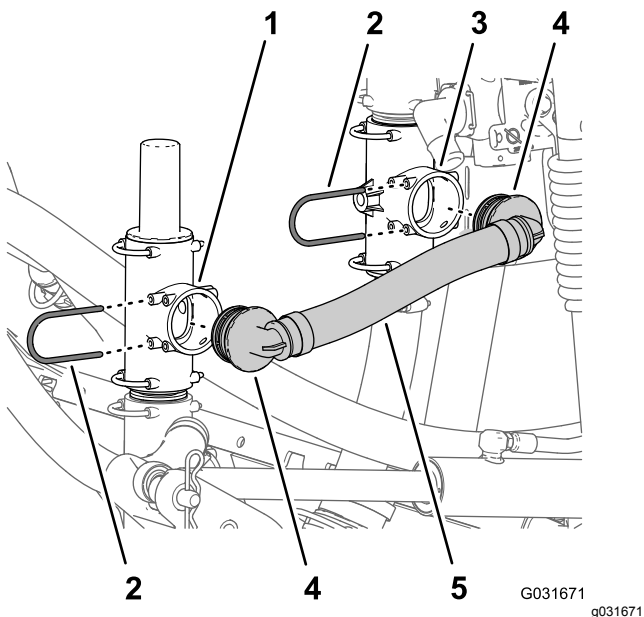

图 224
1. 对齐泄压软管子总成Toro 零件号 131-9647的 90 度接头与泄压阀的开口端并插入 90 度接头直到其进入 T 形接头图 224。
2. 使用在接头固定到泄压阀上固定时使用在 将可偏转软管卷安装到歧管安装架上 \(页码 68\) 的步骤 1 中卸下的卡环 图 224。
3. 对齐泄压软管子总成 Toro 零件号 131-9647 的其他 90 度接头与下 T 形接头的开口端并插入 90 度接头直到其进入 T 形接头 图 224。
4. 使用在接头固定到上 T 形接头上固定时使用在 将可偏转软管卷安装到歧管安装架上 \(页码 68\) 的步骤 2 中卸下的卡环 图 224。
- 使用卡环Toro 零件号 131-0235把直通宝塔接头固定到液体切断阀图 224上。